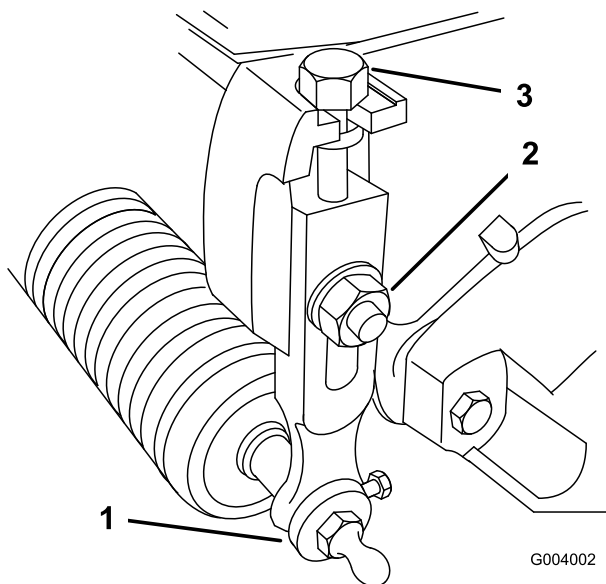

Figura 15
1. Afloje las contratueras que fijan los brazos de altura de corte a las chapas laterales de la unidad de corte (Figura 15).